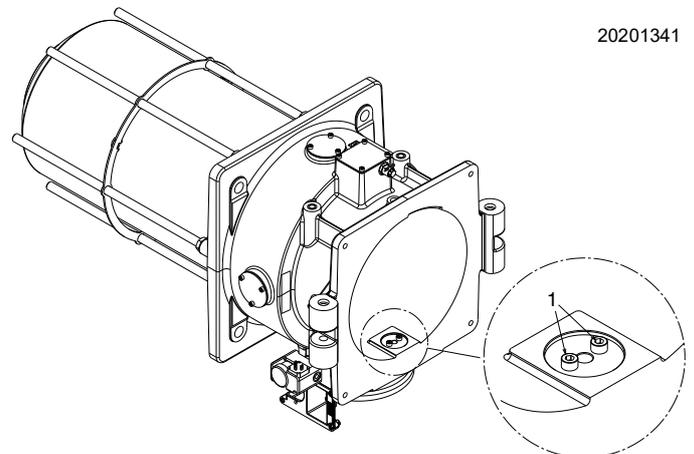

Abb. 19
Die Werkseinstellung für das Zentralgas erfolgt mit folgenden Durchgangsbohrungen (Abb. 19).
- eine oder mehrere Schrauben 1)(Abb. 19) wie folgt entfernen oder hinzufügen: